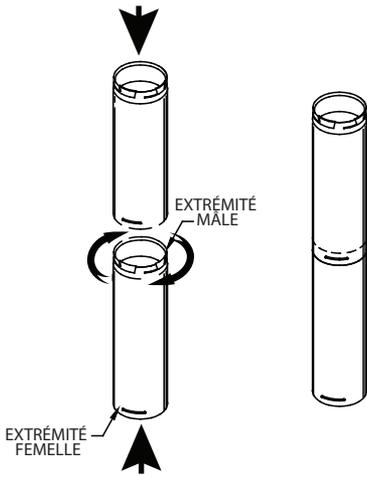
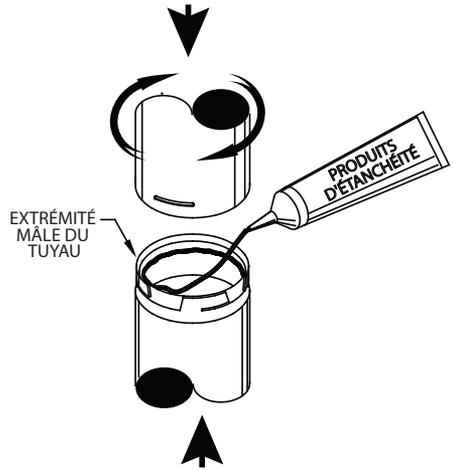

Figure 4
Figure 5
D. Raccorder les sections de tuyau. Fixer chaque section de tuyau PelletVent Pro en poussant l'extrémité mâle dans l'extrémité femelle et en imprimant une torsion jusqu'à ce que le tuyau soit en position verrouillée (Figure 4). Les sections de tuyau PelletVent Pro pipe n'ont besoin d'aucun produit d'étanchéité; cependant, dans certains cas, un agent d'étanchéité à base de silicone peut être utilisé. Sceller les endroits où les revêtements intérieurs se chevauchent pour de meilleurs résultats (Figure 5). Les vis ne sont pas nécessaires, mais des vis de 6,4 mm (1/4 po)